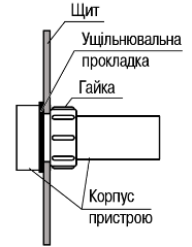

Рисунок 1 – Монтаж пристрою щитового кріплення
1. Підготувати у щиті круглий отвір діаметром 22,5 мм (див. *рисунок 1*).